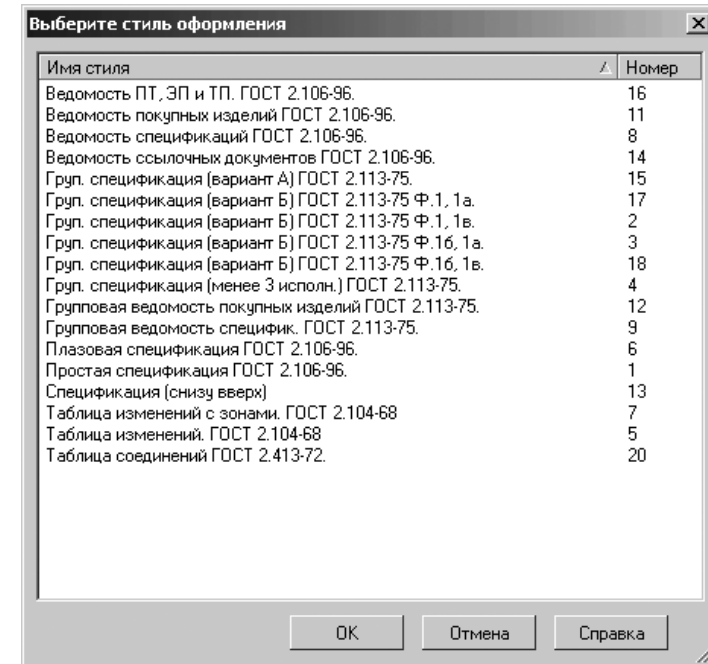

Рис. 6.103. Диалоговое окно **Параметры** с открытой вкладкой **Текущая спецификация** и панелью **Нумерация листов**
- щелкните по пункту **Нумерация листов**. В правой части появится панель **Нумерация листов** (рис. 6.103).